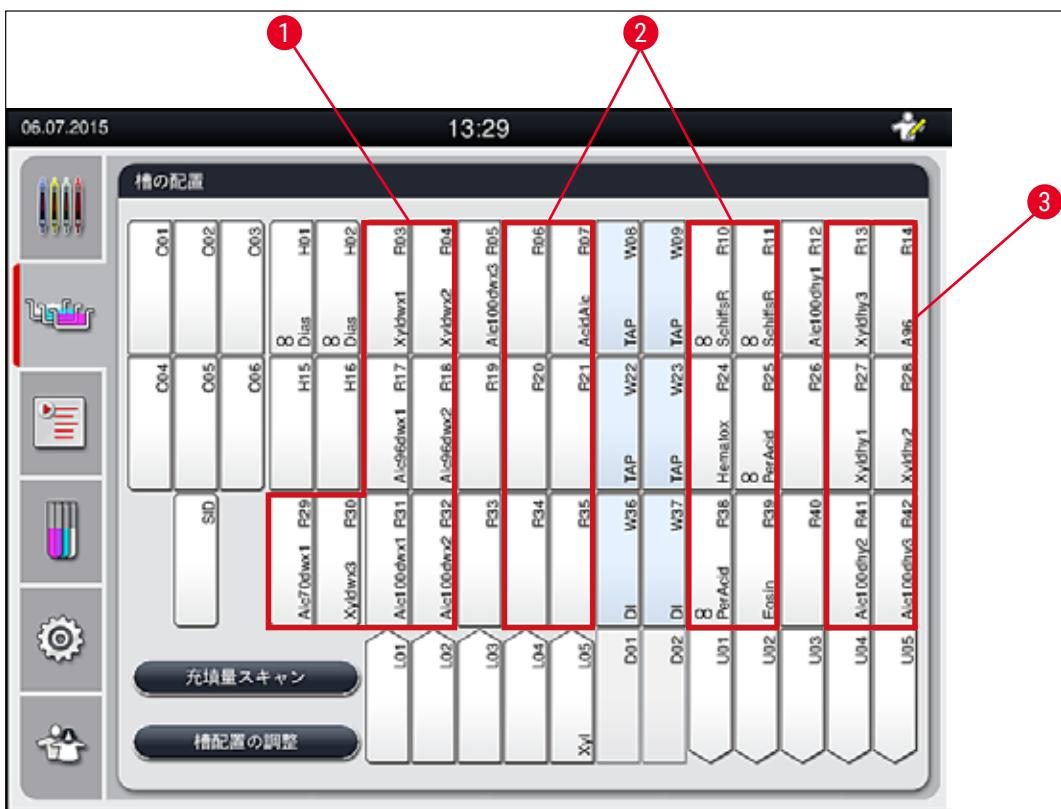

図 39
- 後続ステップとして洗浄水ステップを必要とする染色試薬は、洗浄水容器に隣接する位置に配置されます（→「図39」）。